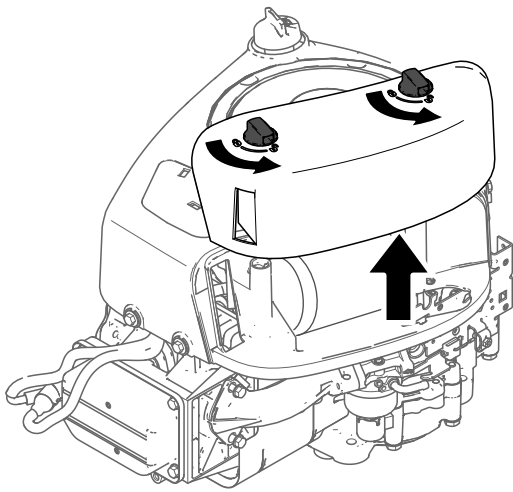

Figura 37
3. Instale la cubierta y fíjela con los enganches (Figura 37)